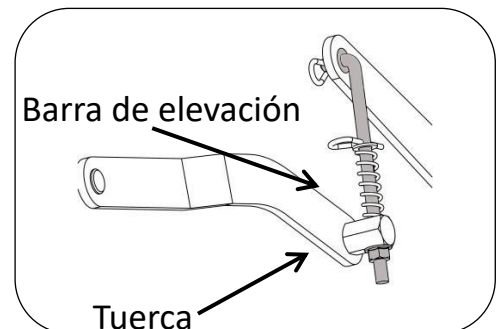

Figura 5.1
2. Coloque bloques de 26 mm debajo del borde delantero de la plataforma y bloques de 31 mm debajo del borde trasero. Ajuste la tuerca de bloqueo (derecha e izquierda) para mantener la plataforma en contacto con los bloques de 26 mm. Vea la figura 5.1